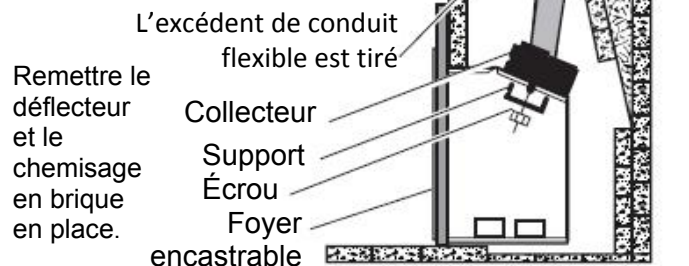

Figure 11 – Glisser le foyer en place.
6. Glisser le foyer encastrable à sa place. Guider le collecteur au-dessus du foyer encastrable jusqu'à ce qu'il soit en place. Figure 11.
7. Tirer sur les conduits flexibles pour éliminer le mou. Fixer le collecteur au foyer encastrable. Figure 11.
8. Retirer tout excédent de conduit flexible. Fixer la sortie d'évacuation du conduit. Figure 11.